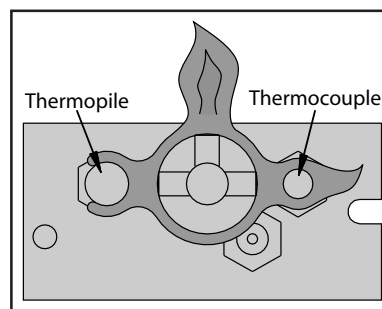

Figure 3. Pilot Flame
1. Fermez la source de gaz au foyer. Si ça n'a pas été fait dernièrement, enlevez la vitre et laissez aérer l'appareil pendant au moins cinq (5) minutes afin de laisser dissiper tout le gaz restant. Ouvrez la source de gaz au foyer.
2. Allumez la veilleuse en appuyant sur le bouton de contrôle de gaz et en le tournant à « PILOT ». Toujours en appuyant sur le bouton de contrôle de gaz, appuyez plusieurs fois sur l'amorceur-piézo jusqu'à ce que la veilleuse s'allume. Maintenez une pression sur le bouton pendant 30 secondes. Vérifiez que la flamme entoure complètement l'assemblage thermocouple (voir la Figure 3).